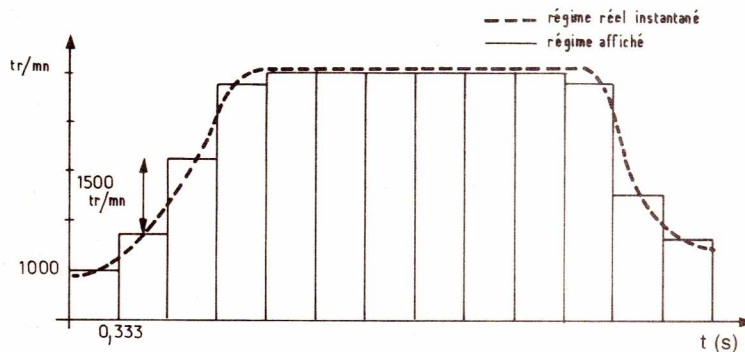

Figure 3 : Mise en évidence du manque d'inertie.
3) le manque d'inertie et l'aspect non ponctuel de la mesure (mauvais comportement en régime transitoire). Le comptage donne un résultat qui est la moyenne du nombre de tours moteur, pendant le temps de mesure ( $0,33$  s), mais le manque d'inertie fait que, lors des variations de la rotation du moteur, il apparaît brusquement des différences de  $1\ 000$  t/mn qui donnent un affichage anarchique. Le diagramme de la **figure 3** montre ces différences.